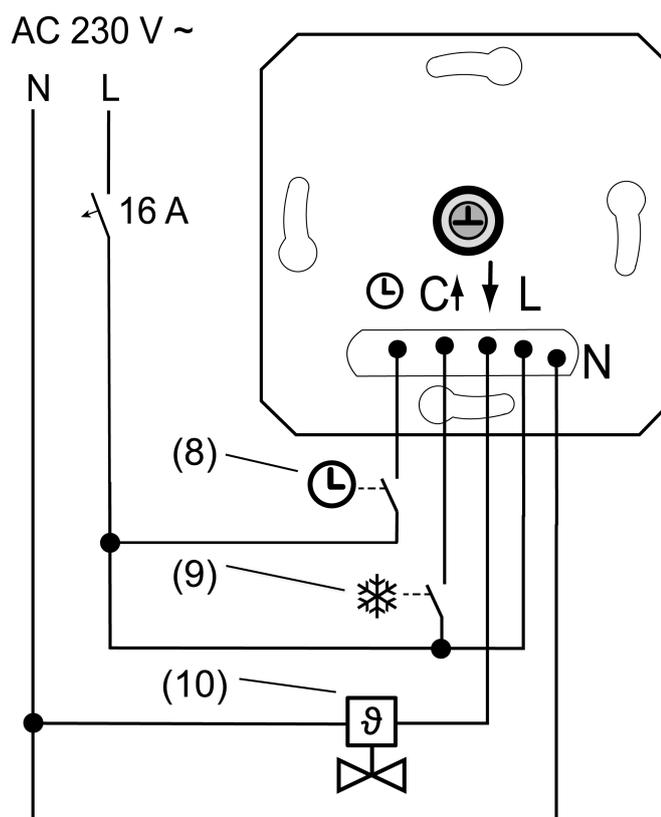
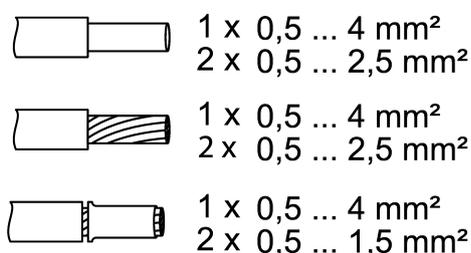

Figura 2: Esempio di collegamento dell'unità da incasso
Figura 3: Sezione trasversale del conduttore bloccabile
- Collegare il sistema di attuazione elettrotermico (10) sull'unità da incasso (1) secondo lo schema di collegamento (Vedi figura 2). Rispettare le sezioni dei conduttori (Vedi figura 3).
- Se lo si desidera, collegare l'ingresso del funzionamento di abbassamento ☉ tramite un contatto di commutazione di un orologio centrale (8).